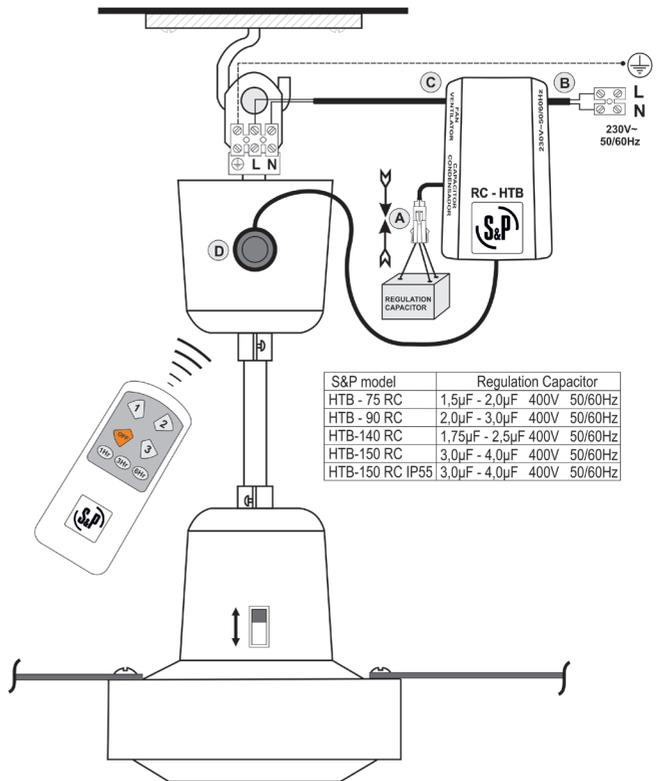

Fig. 2
2. Connectez le condensateur de régulation extrait précédemment au KIT RC-HTB. (Fig. 2 A)
**Important:** Si vous souhaitez installer plus d'un ventilateur HTB, assurez-vous de NE PAS mélanger les condensateurs de régulation. (Voir table figure 2)
3. Connectez les câbles d'alimentation du réseau électrique (230V-50/60 Hz), à la réglette de connexion L-N du KIT RC-HTB. Le câble de terre du réseau (jaune-vert), se connecte directement à la réglette du ventilateur  de plafond. (Fig. 2 B)
4. Le câble de sortie du KIT RC-HTB (ventilateur) se connecte à la réglette L-N du ventilateur de plafond. (Fig. 2 C)
5. Enlevez le film de protection de l'adhésif pour pouvoir coller le récepteur du signal infrarouge sur l'extérieur de la coupe supérieure du ventilateur de plafond. (Fig. 2 D)